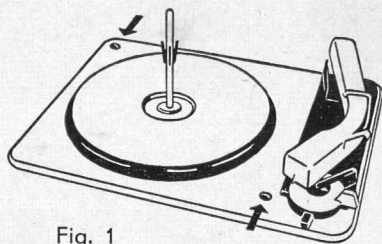

Fig. 1
- 1.1 Soltar el bloqueo del chasis sobre la placa de montaje, girando hacia la izquierda los dos tornillos, que se encuentran en los bordes laterales del chasis. Para poder efectuar reproducciones irreprochables, tiene el aparato que quedar suspendido libre — y elásticamente sobre la placa de montaje (Fig. 1). (No vale para BINGO 16.) Los tornillos de fijación para cercha de sustentación BINGO 16 son accesibles después haber removido el plato portadiscos.
- 1.1 Chassis-Arretierung auf der Grundplatte durch Linksdrehen der beiden Schrauben am Chassis-Rande lösen. Bei Spielbetrieb muß Gerät frei federnd auf der Grundplatte ruhen (Fig. 1). (Gilt nicht für BINGO 16). Befestigungsschrauben für Zarge BINGO 16 sind nach Abnahme des Plattentellers zugänglich.
- 1.1 Loosen chassis restrainer on the mounting base by turning both of the screws on the chassis rim counter-clockwise. When in operation, the unit must rest freely suspended on the mounting base (Fig. 1). (Not applicable for BINGO 16.) The fastening screws for mounting base BINGO 16 are accessible after having removed the turntable.
- 1.1 Libérer le chassis, pressé contre l'embase, en desserrant (rotation vers la gauche) les deux vis localisées sur le bord du chassis. Pendant l'audition d'un disque, le changeur doit pouvoir osciller élastiquement sur l'embase (Fig. 1). (N'étant pas applicable à BINGO 16.) Les vis de fixation pour le socle BINGO 16 sont accessibles après avoir enlevé le plateau.